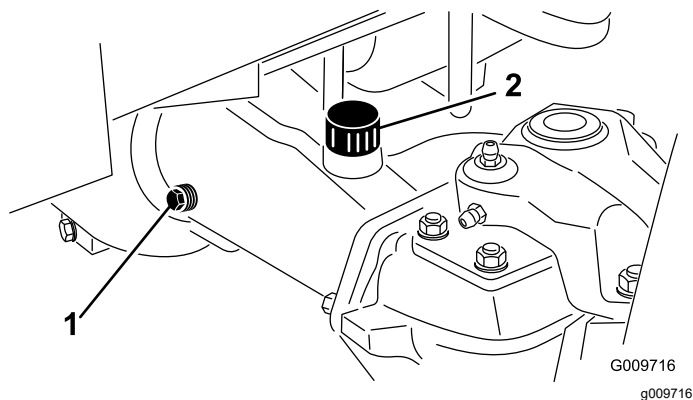

Figura 111
2. Retire un tapón de verificación de un extremo del eje y asegúrese de que el lubricante llega al borde inferior del orificio (Figura 111).